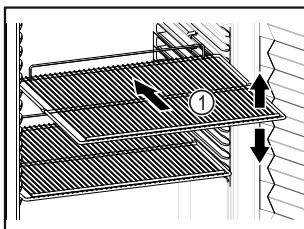

Fig. 86 Atvaizdo pavyzdys
- Jei pastatymo groteles Fig. 86 (1) galima perkelti, pritaikykite atsižvelgdami į aukštį.